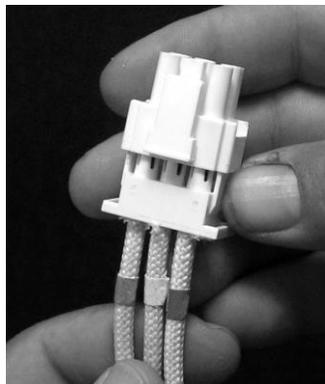

Figura 37
4. Sul retro della friggitrice, scollegare il connettore a 6 pin dall'elemento sinistro (visualizzato dalla parte anteriore della friggitrice) o il connettore a 9 pin per l'elemento destro collegato alla scatola dei contattori. Premere le linguette posizionate su ciascun lato del connettore e contemporaneamente tirare verso l'esterno l'estremità libera per estendere il connettore e liberare i cavi dell'elemento (si veda la Figura 37). Spingere i cavi fuori dal connettore e fuori dalla guaina isolante del cavo.